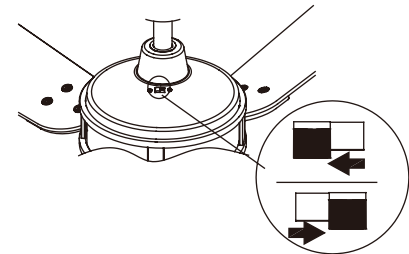

Fig. 28
**Funcionamiento para climas cálidos:** Hacia adelante (en sentido contrario) .Un flujo de aire hacia abajo crea un efecto de enfriamiento. Esto le permite configurar su aire acondicionado en un ambiente más cálido sin afectar su comodidad general. (Fig. 28)
**Funcionamiento para climas fríos:** Revertir (en el sentido contrario) .Un flujo de aire ascendente crea un aire cálido en las áreas del techo. Esto le permite configurar su aire acondicionado en una configuración más fresca sin afectar su comodidad general. (Fig. 28).